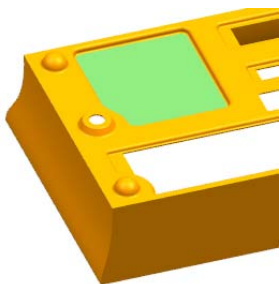

图 8-82 选择草图工作平面
(2) 单击“绘制截面”按钮, 打开“创建草图”对话框。在视图区选择草图工作平面, 如图 8-82 所示。